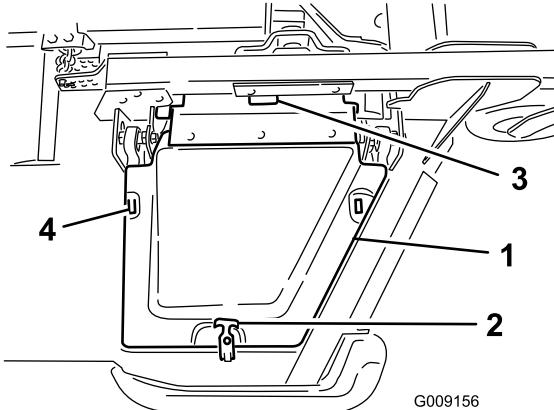

Figura 6
8. Instale la cubierta del ala y sujetela con el cierre de goma (Figura 6).